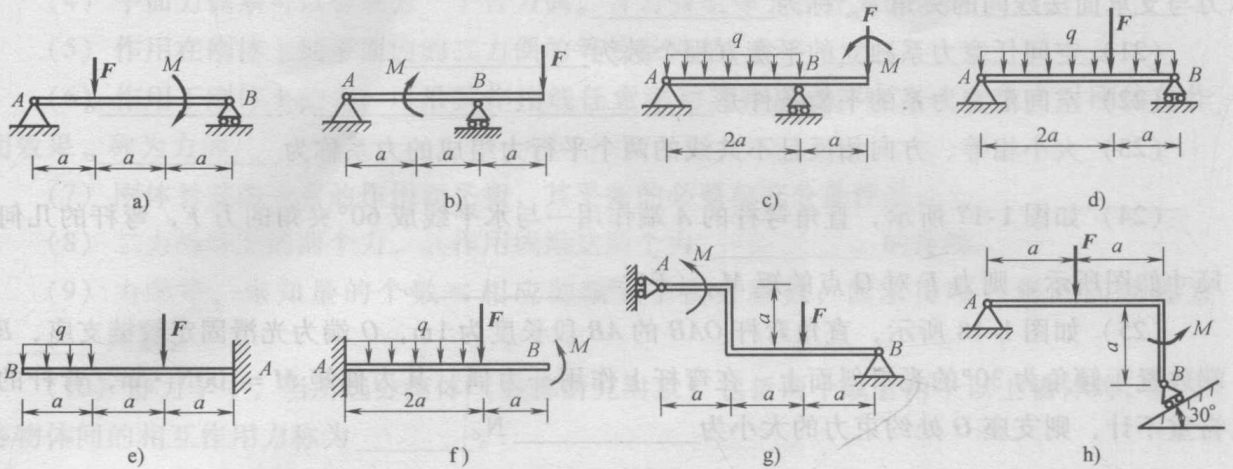

图 1-20
(2) 已知 q 、 a , 且 $F = qa$ 、 $M = qa^2$ 。试求图 1-20 所示各梁的支座反力。